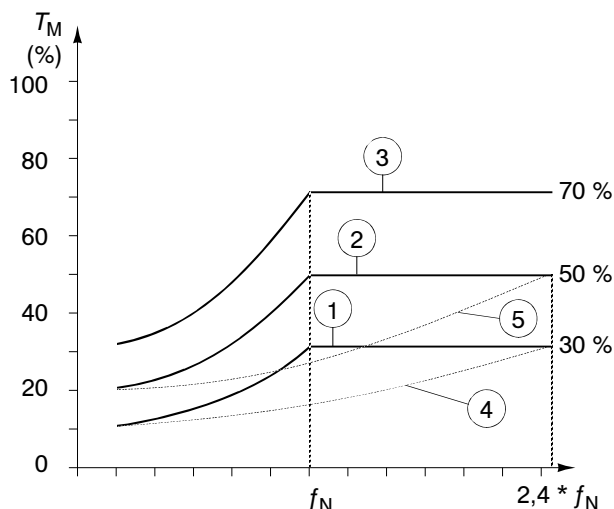

Рис. 6-21. Типы кривых недостаточной нагрузки. T_M – номинальный крутящий момент, f_N – номинальная частота электродвигателя.
30.15 UNDERLOAD CURVE Этот параметр позволяет выбрать одну из пяти кривых нагрузки, приведенных на Рис. 6-21. Функция защиты от недогрузки включается, если нагрузка электродвигателя ниже выбранной кривой в течение времени, заданного параметром 30.14 UNDERLOAD TIME. Кривые 1 ... 3 достигают максимума при номинальной частоте электродвигателя (заданной параметром 99.07 MOTOR NOM FREQUENCY).